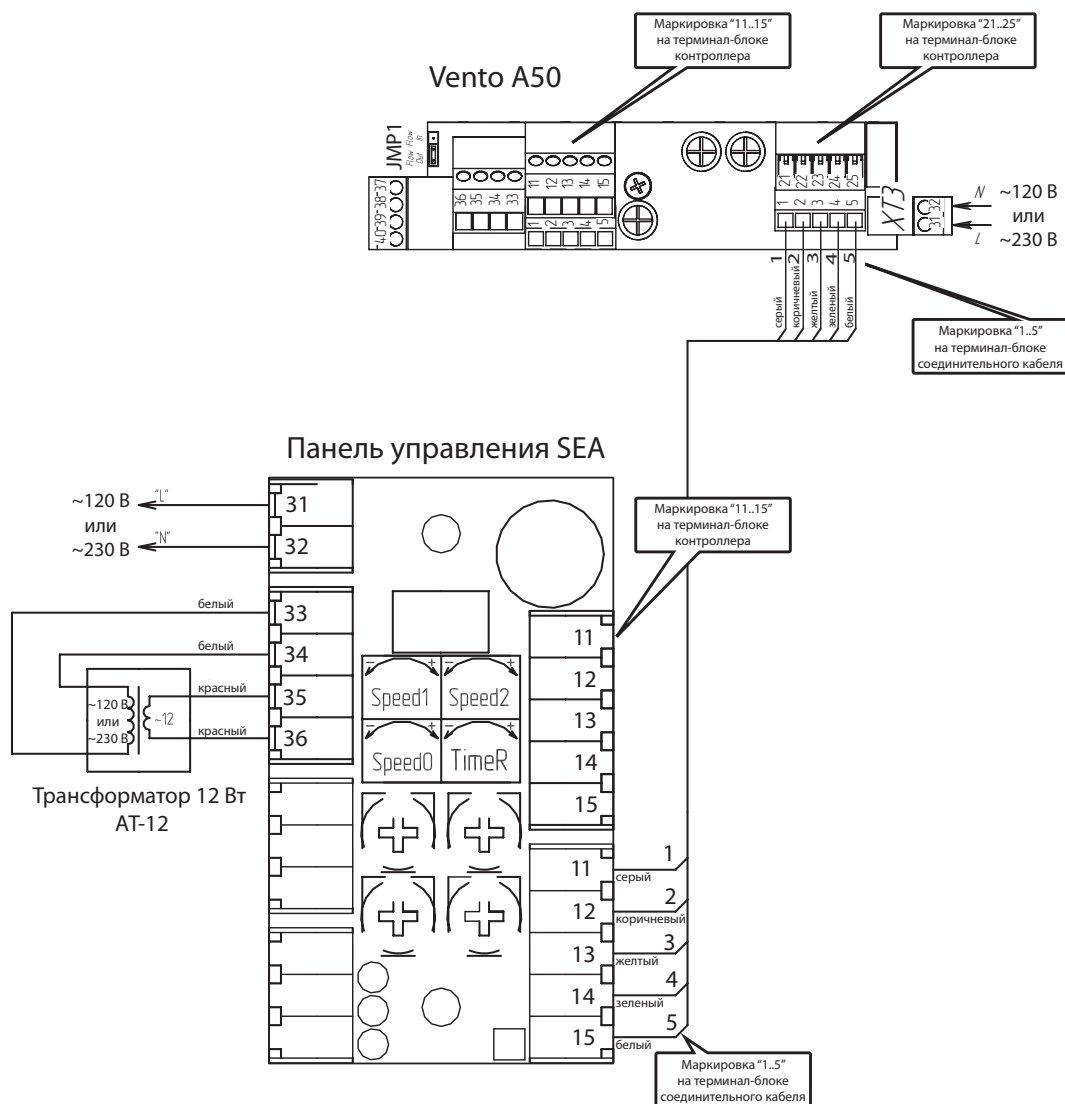

Рис. 18. Общая схема подключения установки Vento A50 к панели SEA
* - направление воздуха зависит от положения переключки JMP1 на плате управления установки (по умолчанию установлена на приток) (см. рис. 18).
Общая схема подключения установки к панели SEA показана на рис. 18. Для подключения установки VENTO A50 в панели SEA используется два канала управления. Такое конструктивное решение позволяет выбрать гибкий алгоритм работы при подключении нескольких установок.